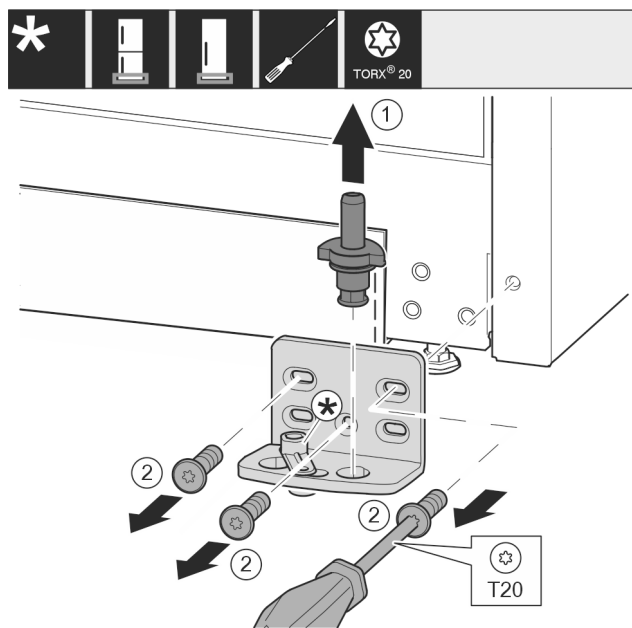

Fig. 25
- ▶ 将轴承螺栓 Fig. 25 (1) 完全向上拉出。
- ▶ 将螺钉 Fig. 25 (2) 用螺丝刀旋开并取下托架。